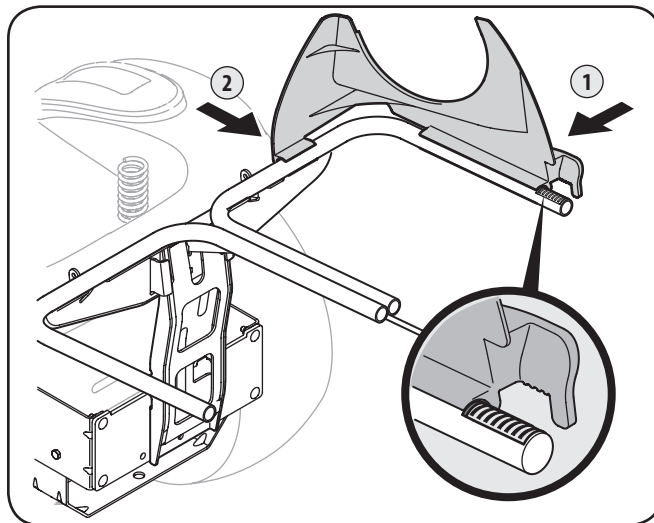

Figura 4-12
1. Calce a presión el soporte plástico del canal superior colocando primero la porción lateral sobre el riel de soporte de la embolsadora con el borde que calza a presión alineado con la línea roja, como se ve en la Figura 4-12.
2. Calce a presión el lado delantero del soporte del canal al riel, como se muestra en 2 de la Figura 4-12.